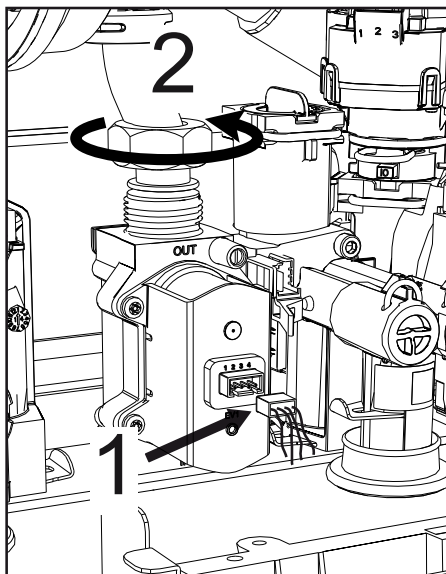

fig. 42
- Deconectați conectoarele electrice „1” (fig. 42).
- Deconectați furtunul de alimentare cu gaz „2” (fig. 42)